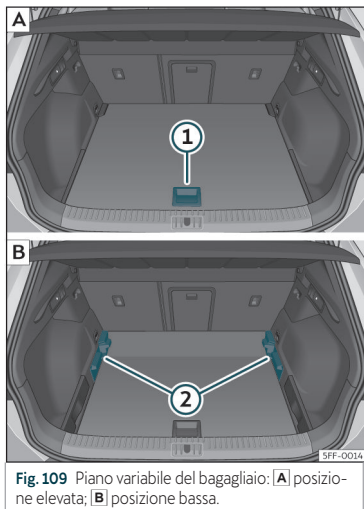

Fig. 109 Piano variabile del bagagliaio: **A**) posizione elevata; **B**) posizione bassa.
- Per passare dalla posizione bassa a quella elevata, sollevare il piano mediante la maniglia»» **fig. 109 ①**, e tirarlo all'indietro finché la parte anteriore del piano non sarà completamente fuoriuscita rispetto ai supporti »» **fig. 109 ②**.
- Far scorrere il piano in avanti attraverso i supporti fino a farlo entrare in contatto con lo schienale dei sedili posteriori, e, successivamente, abbassare il piano con la maniglia **①**.
- Per passare dalla posizione elevata a quella bassa, sollevare il piano mediante la maniglia »» **fig. 109 ①**, e tirarlo all'indietro finché la parte anteriore del piano non sarà completamente fuoriuscita rispetto ai supporti »» **fig. 109 ②**.
- Far combaciare la parte anteriore con il piano e spingere il piano in avanti fino a farlo entrare in contatto con lo schienale dei sedili posteriori, abbassando allo stesso tempo il piano con la maniglia **①**.
- Con il piano variabile in posizione elevata, sollevarlo con la maniglia»» **fig. 109 ①**, tirarlo e spingere verso lo schienale dei sedili posteriori finché il piano non si piega sulla linea della cerniera e la parte mobile del piano non si appoggia sullo stesso.